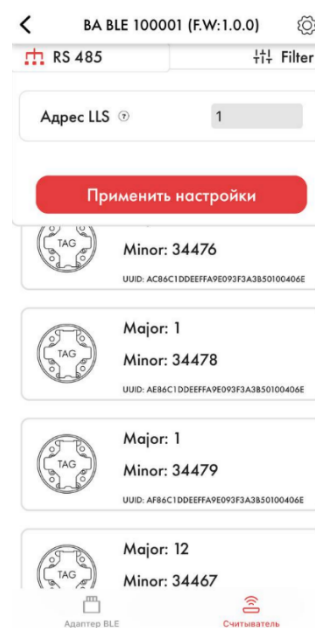

Рисунок 19 – Настройка по LLS
- При нажатии «  RS 485 » можно привязать адрес LLS, по которому будут передаваться метки (рисунок 19);